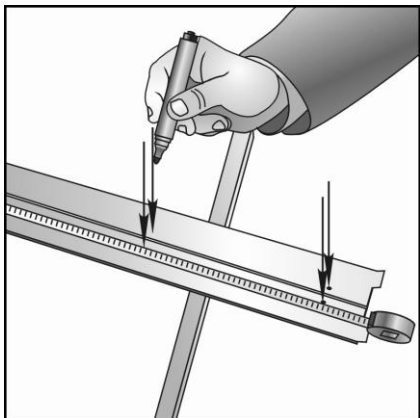
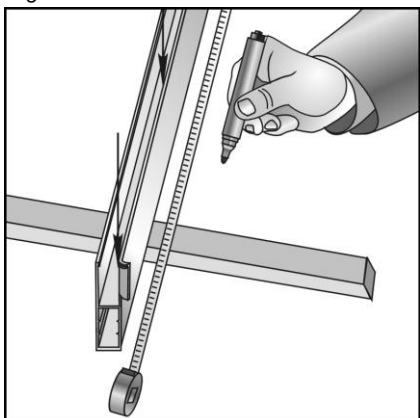

Fig. 2.1
Fig. 2.3
2.3. Marquez et percez les trous de Ø8 mm dans les coulisses à travers les deux murs. Les trous inférieurs et supérieurs doivent être situés à 100... 150 mm de la tranche de la coulisse. Percez les trous restants le long de la coulisse à 450... 500 mm d'espacement (voir Figure 2.1, 2.2) – pose en façade, (voir Figure 2.3, 2.4) – pose sous linteau.